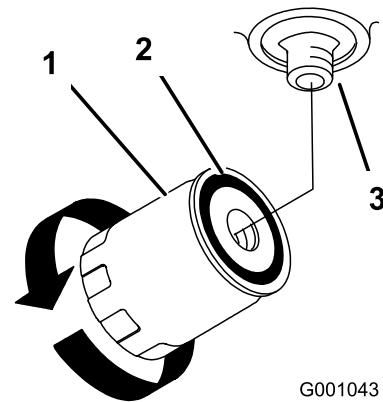

Figura 68
7. Aplique una capa fina a la junta de goma del filtro nuevo (Figura 68).
9. Llene el depósito de aceite hidráulico con aceite hidráulico hasta que éste rebosa por encima del filtro, gire el filtro en el sentido de las agujas del reloj hasta que la junta de goma entre en contacto con el adaptador del filtro, luego apriete el filtro media vuelta más (Figura 68).